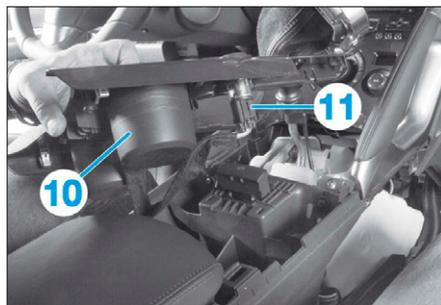

FIG. 6
- la garniture supérieure de console centrale de plancher (10) (Fig.6).
- Débrancher le connecteur (11).